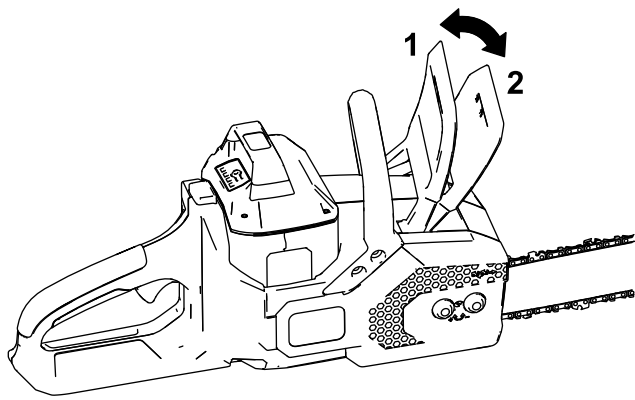

Figure 10
6. Vérifiez que le frein de chaîne est en position de MARCHE (Figure 10).
Quand vous n'utilisez pas la tronçonneuse ou que vous la transportez vers ou depuis la zone de travail, placez le frein de chaîne à la position d'ARRÊT (Figure 10) puis retirez la batterie.